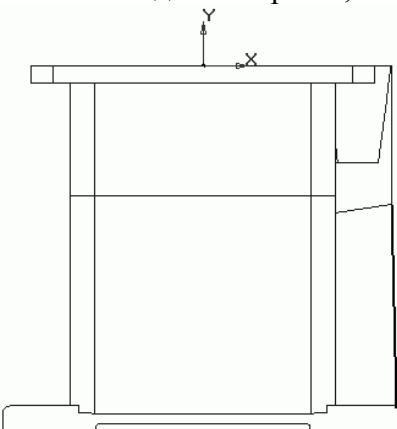

Рис. 3.84. Эскиз ребра жесткости
23. Нам необходимо создать два ребра жесткости в модели: по одному под каждой крышкой подшипника. Начнем с ребра жесткости на месте крепления крышки ведомого вала. Выделите в дереве модели ортогональную плоскость XY и постройте в ней эскиз ребра (рис. 3.84). Размеры не имеют большого значения, главное, чтобы концы контура, который в данном случае состоит всего из одного отрезка, находились в теле детали.